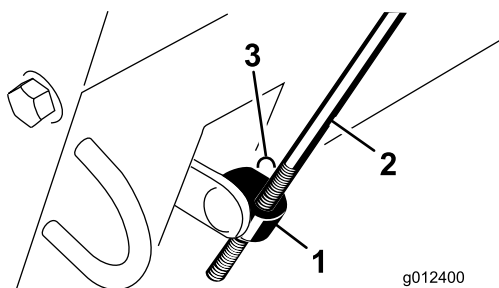

Figura 6
6. Introduzca el acoplamiento de la varilla en el espárrago de la palanca acodada y sujételo con una arandela y un pasador de horquilla (Figura 6).